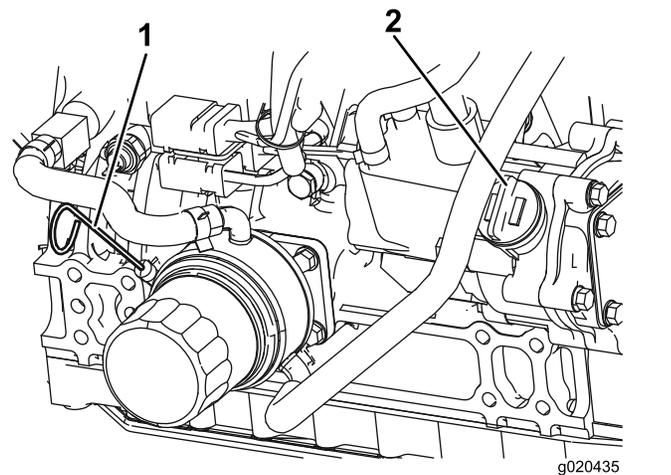

Bild 76
Der Ölstand sollte im sicheren Bereich liegen (Bild 76).
- Wenn der Ölstand unter dem sicheren Bereich liegt, nehmen Sie den Fülldeckel ab (Bild 76) und gießen Sie genug Öl ein, um den Ölstand bis zur VOLL-Markierung anzuheben.